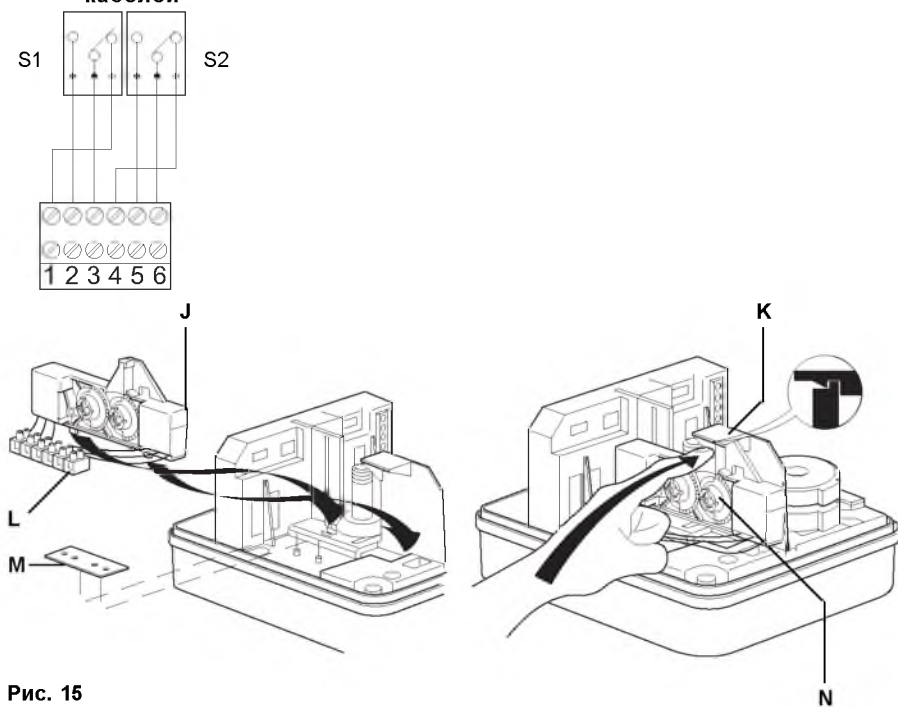

Рис. 15
1. Используя кронштейны на блоке концевых выключателей (J) установите блок в привод, как показано на Рис. 15.
2. Нажмите сверху на блок чтобы зафиксировать его снизу кронштейна (K).
3. Клеммный блок (L) зажим (M) поставляются вместе с потенциометром и также должны быть установлены.
5. Соедините кабели как это показано на Рис. 15.